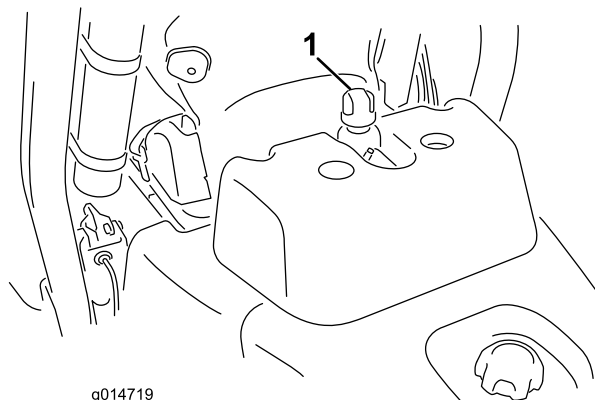

Figura 30
2. Togliete il tappo dal serbatoio (Figura 30).